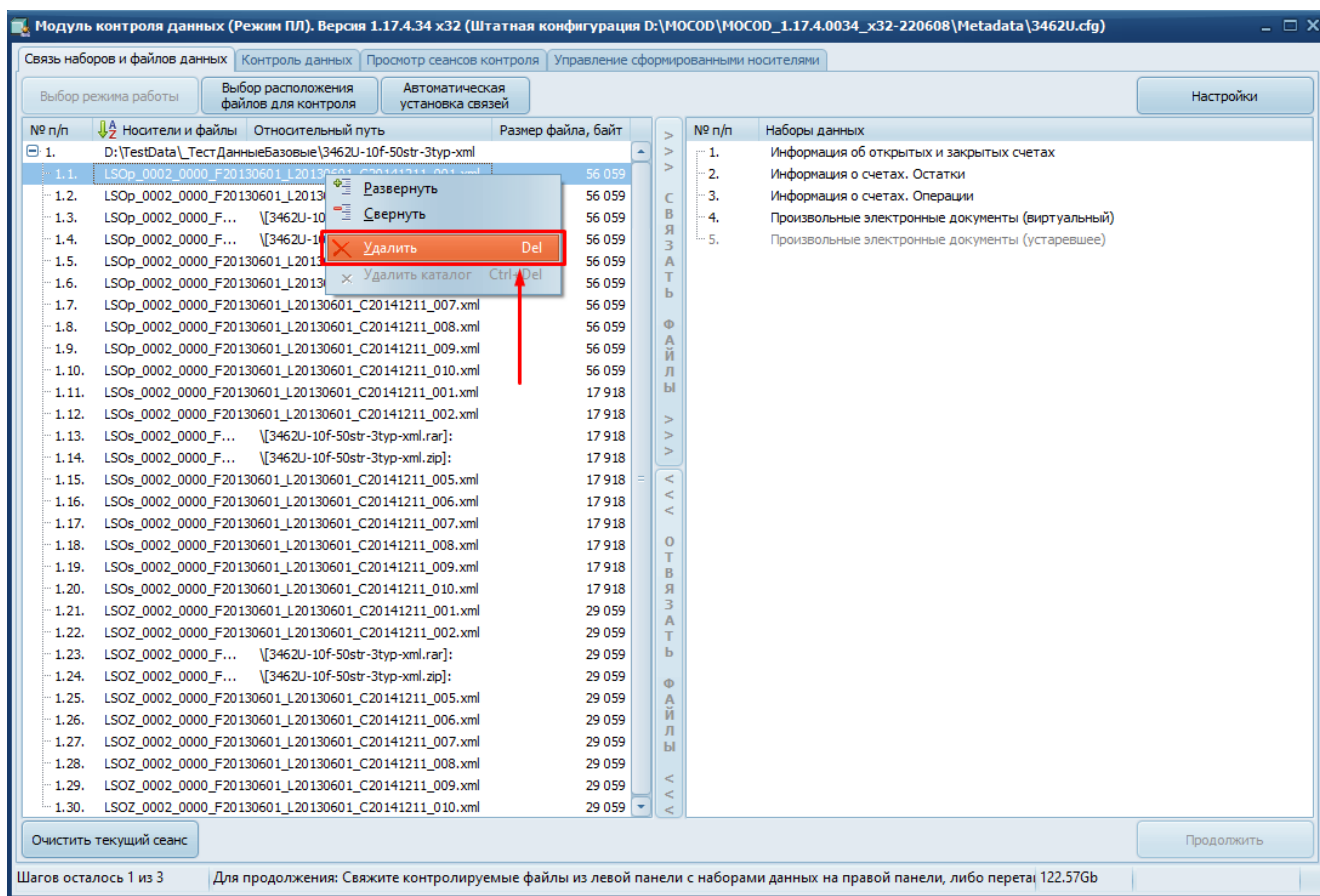

Рисунок 42 – Кнопка «Удалить»
2) Выделите необходимый файл электронной информации, нажмите на нем правой кнопкой мыши и выберите пункт контекстного меню «Удалить» (Рисунок 42).